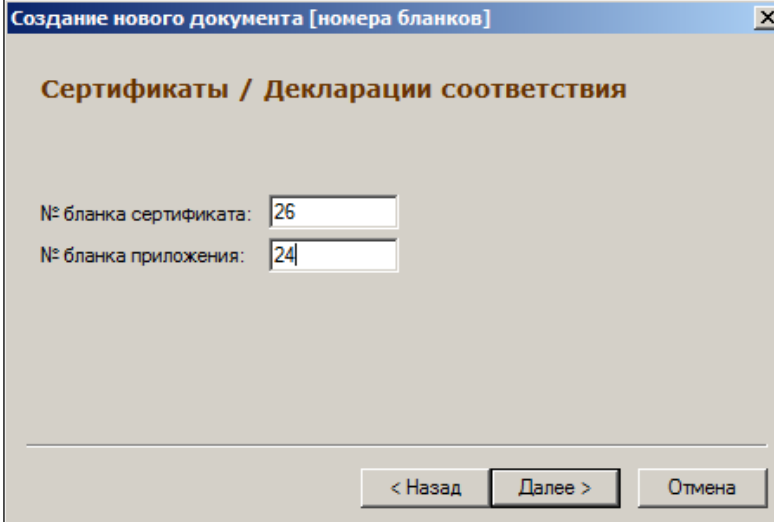

Рисунок 117 – Создание сертификата (4)
5. Указать номер бланка сертификата и номер приложения (Рисунок 117):